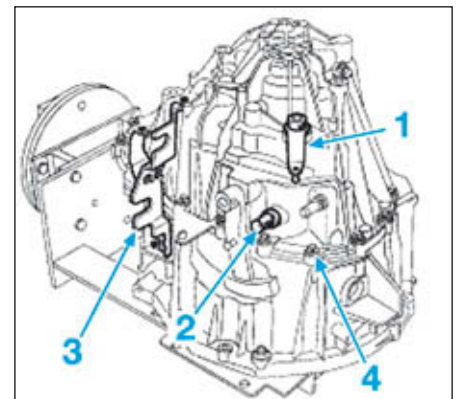

FIG.10
- Déposer (Fig.10) :
- le levier de sélection (1).
- le contacteur (2) de feux de marche arrière.
- le support (3) de câbles de commande.
- les vis (4) de tour de boîte de vitesses.